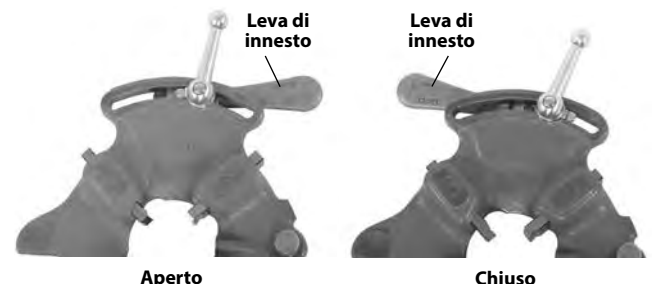

Figura 4 – Posizione della leva aperta/chiusa
2. Spostare la leva di innesto sulla posizione APERTA (Figura 4).